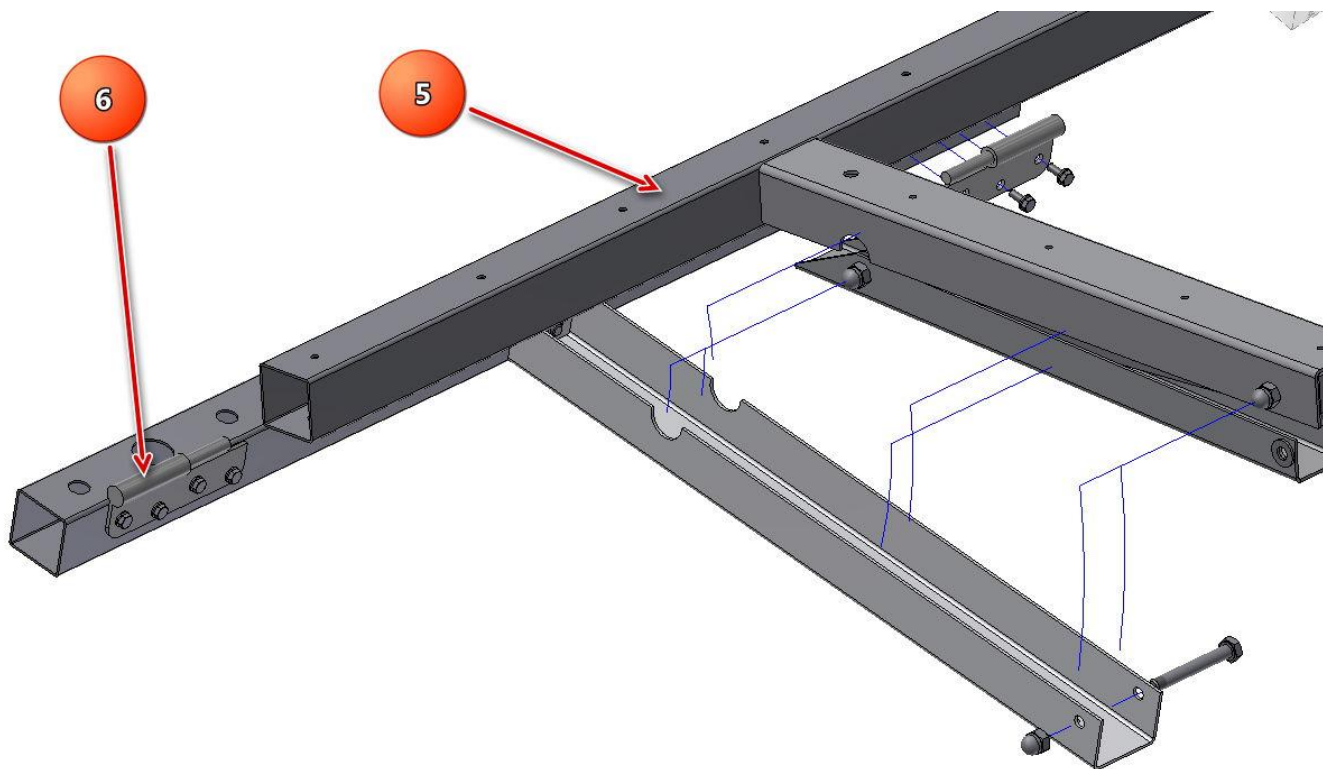

Рис.3
- Приподнимите поворотную раму поз.5 вместе с ножкой и снимите ее с левой петли пристенной рамы поз.6 Рис.3, смещая поворотную раму вправо, а затем отложите ее в сторону. Пристенная рама поз.6 подготовлена к монтажу.